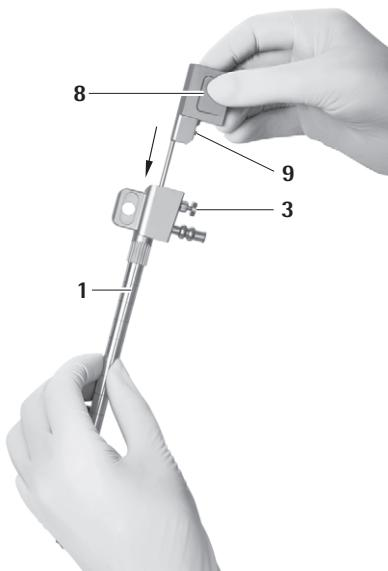

Afb. 14
- ▶ Zorg er daarbij voor, dat de vergrendelingsbout 6 van de endoscoop 5 of de vergrendelingsbout 9 van de obturator voor het optische kanaal 8 zich aan dezelfde kant bevindt als de ontgrendelingsknop 3 van de MINOP InVent-trocarts 1, zie Afb. 14 en zie Afb. 15.